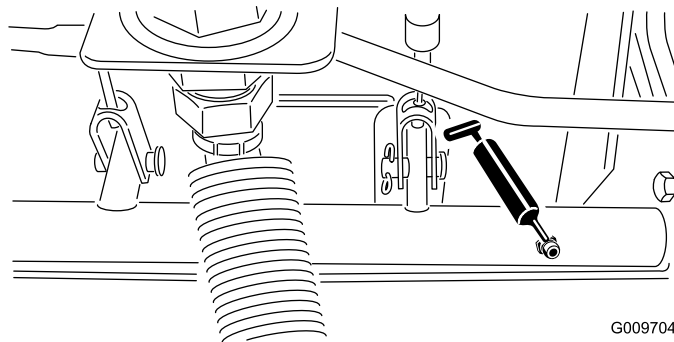

図 35
- 図 35 に示す、ブレーキシャフトのピボットのベアリング 5 ヶ所